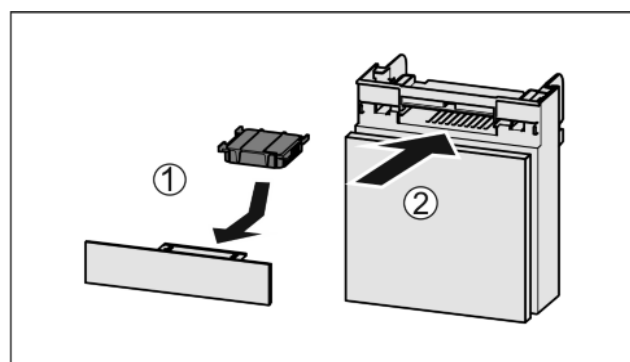

Fig. 42
- Filtr s aktivním uhlím vložte podle vyobrazení Fig. 42 (1).
- Zásuvku zasuňte Fig. 42 (2).